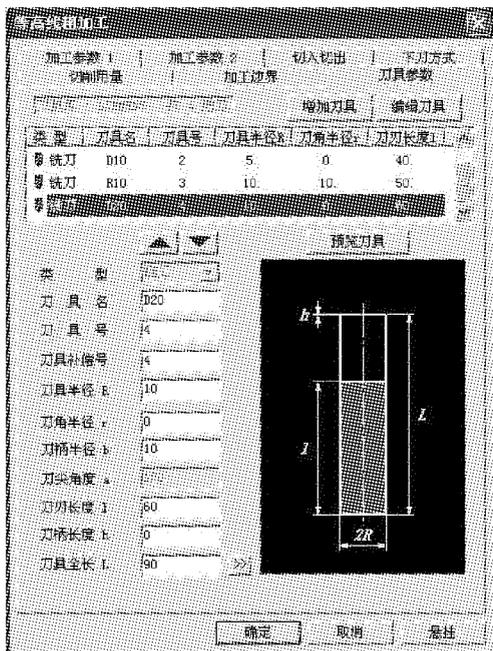
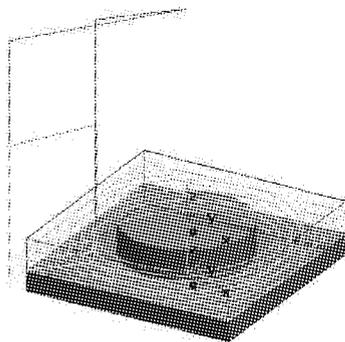

图 1-1-10 【等高线粗加工】对话框
图 1-1-11 圆台加工刀路轨迹
① 选择刀具库。在特征/轨迹树中双击【刀具库】，弹出【刀具库管理】对话框，选择【当前刀具库】为“SIEMENS”，单击【确定】按钮。
② 确定加工方法。单击加工工具栏上的“等高线粗加工”图标，弹出【等高线粗加工】对话框，如图 1-1-10 所示。
③ 选择刀具。在【等高线粗加工】对话框的【刀具参数】选项卡中，双击“铣刀 D20”，则该铣刀参数如图 1-1-10 所示。
④ 在【加工参数 2】选项卡中，单击【加工坐标系】按钮，系统提示“拾取工件坐标系”，移动光标到“WCS”原点上并单击，【加工坐标系】按钮后面显示“WCS”，其他选项采用默认值，单击【确定】按钮。
⑤ 系统提示“拾取加工对象”，按 W 键拾取全部实体造型，右击确定。
⑥ 系统提示“拾取加工边界”，右击确定，采用默认边界。
⑦ 系统提示“正在计算轨迹，请稍后”。完成后的加工轨迹如图 1-1-11 所示。